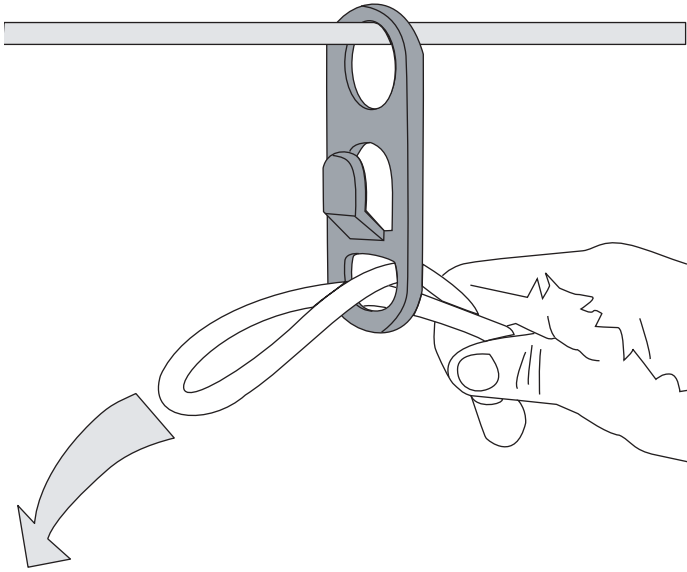

Fig. 3
2. Poussez la boucle dans le trou inférieur dans l'arrêt (Fig. 3).